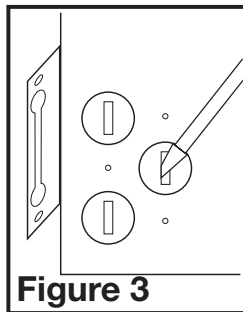

Figure 3
- Enlever l'alvéole défonçable à l'aide d'un tournevis plat (Figure 3).